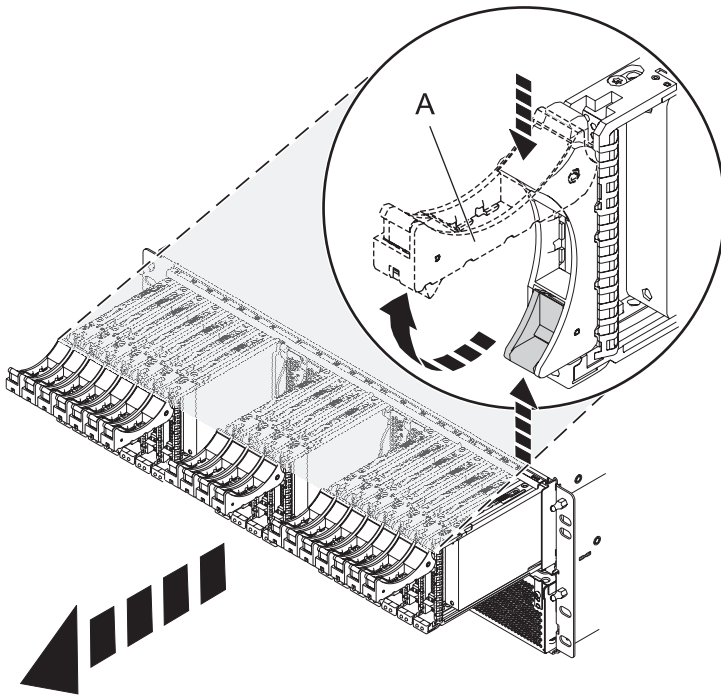

Figure 73. Retrait des unités du fond de panier
4. Retirez les unités et les obturateurs, comme illustré dans la figure 73.